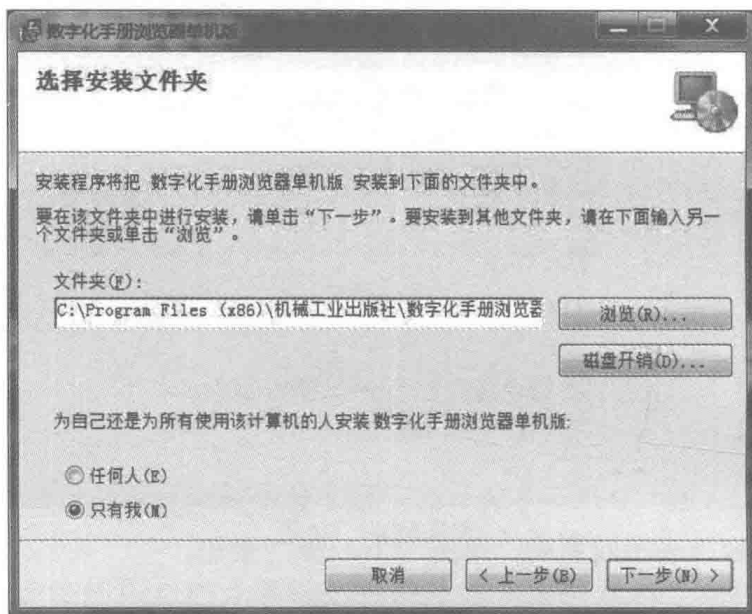

图 1-5 “选择安装文件夹”窗口
5) 进入如图 1-5 所示的“选择安装文件夹”窗口。系统推荐的安装目录是“C: \ Program Files (x86) \ 机械工业出版社 \ 数字化手册浏览器单机版”，如果同意安装在此目录下，单击“下一步”按钮。如果希望安装在其他的目录中，单击“浏览”按钮，在弹出的对话框中选择合适的文件夹。根据具体情况选择浏览器是个